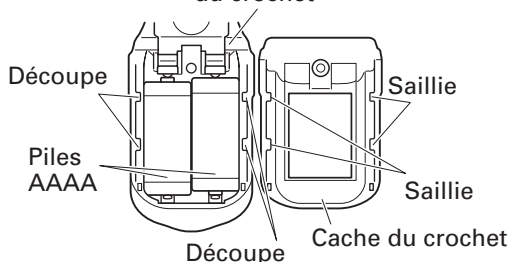

Fig. 14
- (2) Retirer les piles usées et insérer des piles neuves. Les aligner sur le crochet et disposer les bornes positive (+) et négative (-) correctement. (Fig. 14)